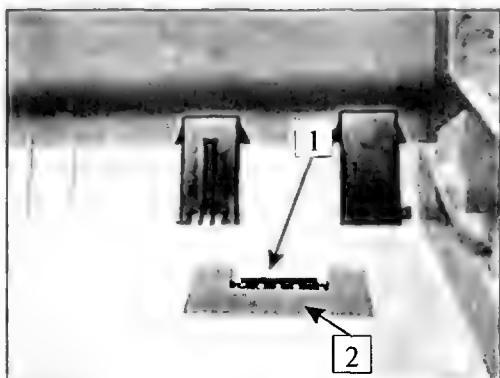

Рис. 2.38
28. Снимают ролик поджима 1 и тормозную площадку 2 (рис. 2.38). Эти элементы крепятся защелками в основании принтера.